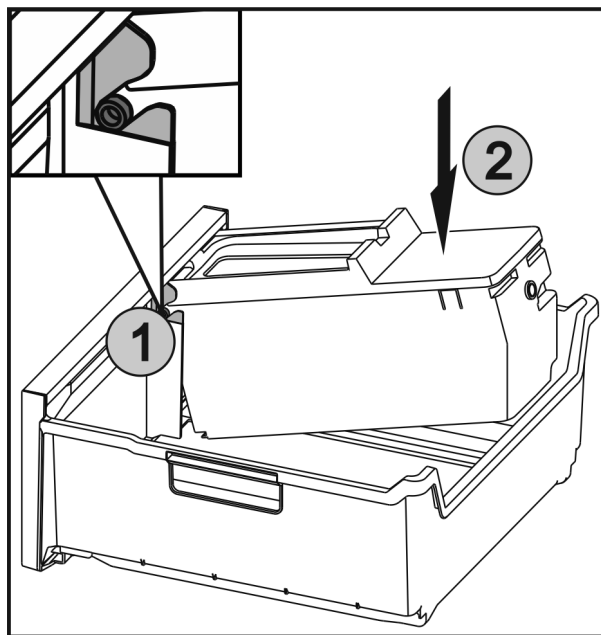

Fig. 83
- Skyv akslene Fig. 83 (1) på EasyTwist-Ice inn i sporene, og trykk bak Fig. 83 (2) helt til bøylen låses på plass.